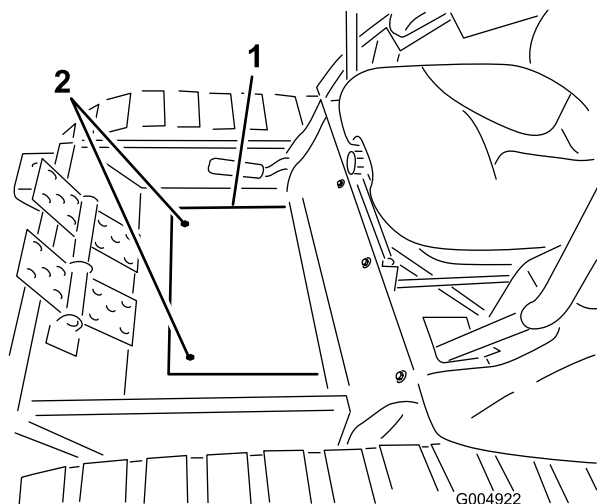

Figura 72
3. Togliete i 2 bulloni che fissano la copertura del pianale e rimuovete la copertura (**Figura 72**).